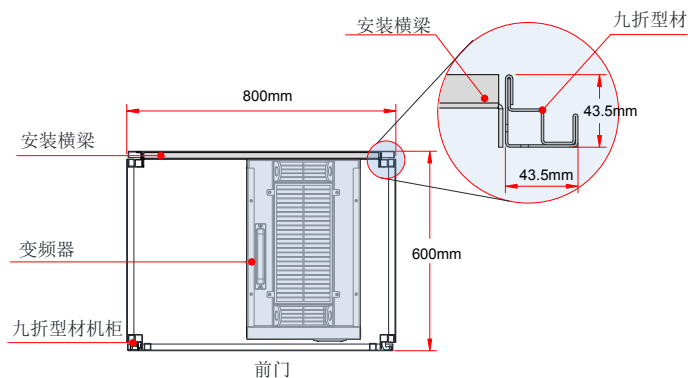

图 3-15 MD290T200G/220P(-L)~MD290T450G/500P(-L) 机柜俯视图示意图
1	在九折型材机内安装好变频器固定用的安装横梁（如图 3-15）。
- 1、建议机柜柜体采用九折型材机柜（PS 机柜），九折型材截面如放大图如图 3-15 所示；